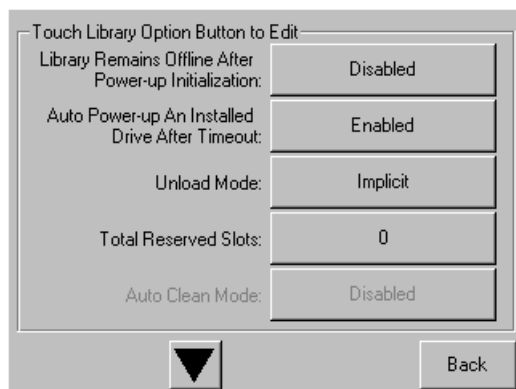

Figure 28 Écran Total reserved slots (Bacs réservés)
2. Dans l'écran des options **Library** (Librairie), sélectionnez ▼ pour atteindre l'écran contenant l'option **Total Reserved Slots** (Bacs réservés) (reportez-vous à la Figure 28).